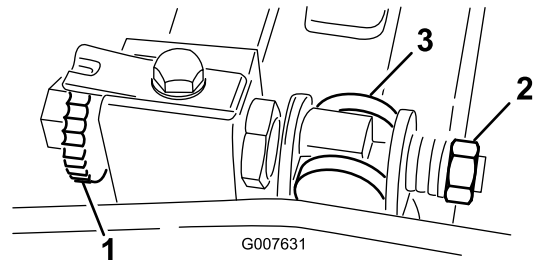

Bild 61
1. Drehen Sie die Einstellschraube des Untermesserträgers nach links, um den Abstand zwischen Untermesser und Spindel zu vergrößern (Bild 61).
2. Drehen Sie die Federspannungsmutter so weit hinaus, bis die Scheibe nicht mehr gegen den Untermesserträger angespannt ist (Bild 61).